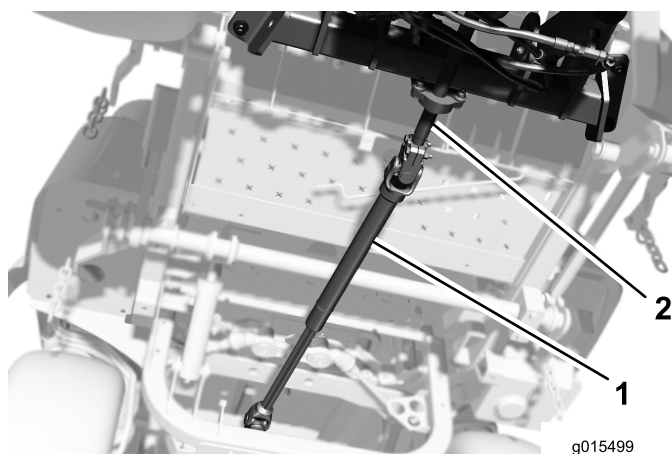

Рисунок 10
1. Выравнивая монтажные отверстия приводного вала по монтажному отверстию промежуточного вала, установите приводной вал на промежуточный вал навесного оборудования (Рисунок 10).